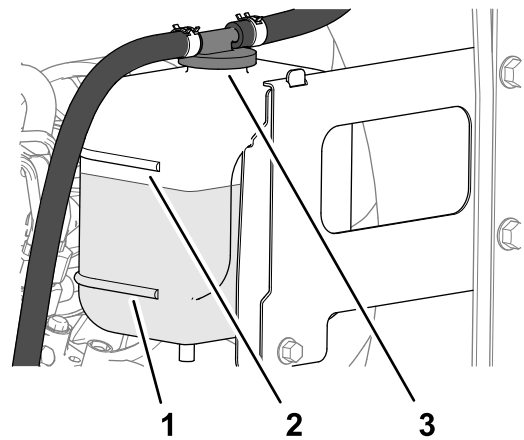

Figura 108
3. Compruebe el nivel de refrigerante en el depósito de expansión (Figura 108).